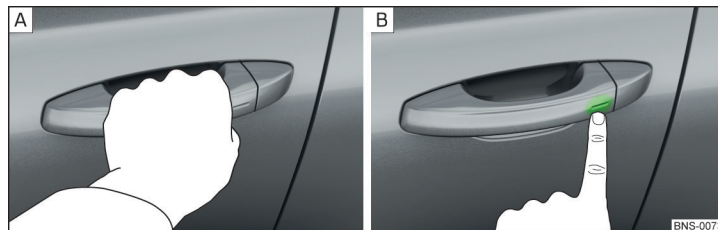

Fig. 49 **Descuierea/încuierea autovehiculului**
- ▶ Trageți de mânerul portierei, pentru a **descuia** autovehiculul » fig. 49 - **A**.
- ▶ Pentru a **încuia** autovehiculul, atingeți cu degetul senzorul din mânerul portierei » fig. 49 - **B**.
- În 5 s atingeți cu degetul senzorul de la mânerul portierei » **fig. 49 la pagina 61** - . Dezactivarea este confirmată printr-o singură aprindere a luminilor de semnalizare.